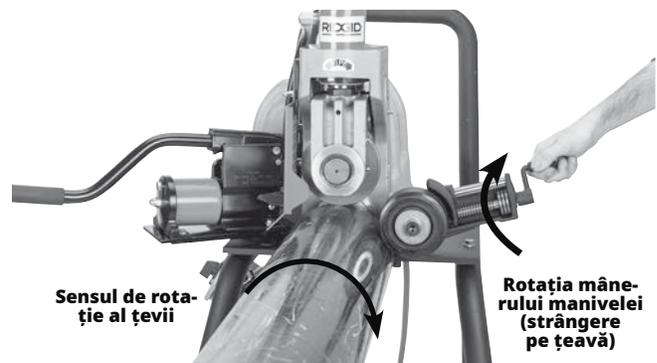

Figura 15 - Decalarea țevii cu 1/2°, (exagerat)
3. Rotiți mânerul manivelei stabilizatorului pentru a aduce rolele în contact cu țeava. Rotiți mânerul manivelei încă o tură (1) pentru a preîncărca rola pe țeavă (*figura 15*). Nu vă aplecați peste țeavă pentru a regla stabilizatorul.
4. Poziționați-vă corect pentru lucru pentru a vă asigura controlul asupra mașinii și țevii (vedeți figura 15).